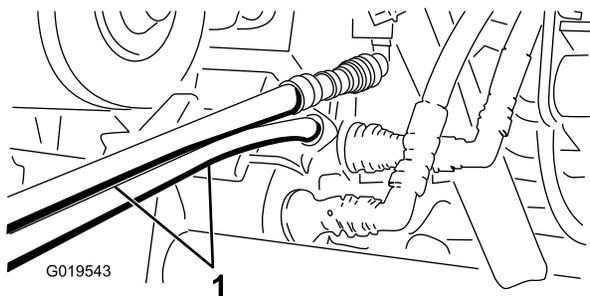

Рисунок 85
5. На другом автомобиле подсоедините два шланга к муфтам, находящимся в кронштейнах (верхний шланг подсоедините к верхней муфте, а нижний шланг — к нижней муфте) (Рисунок 85).